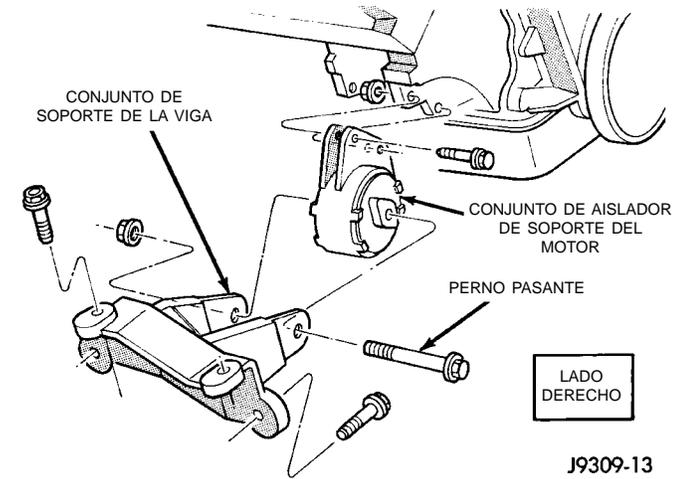
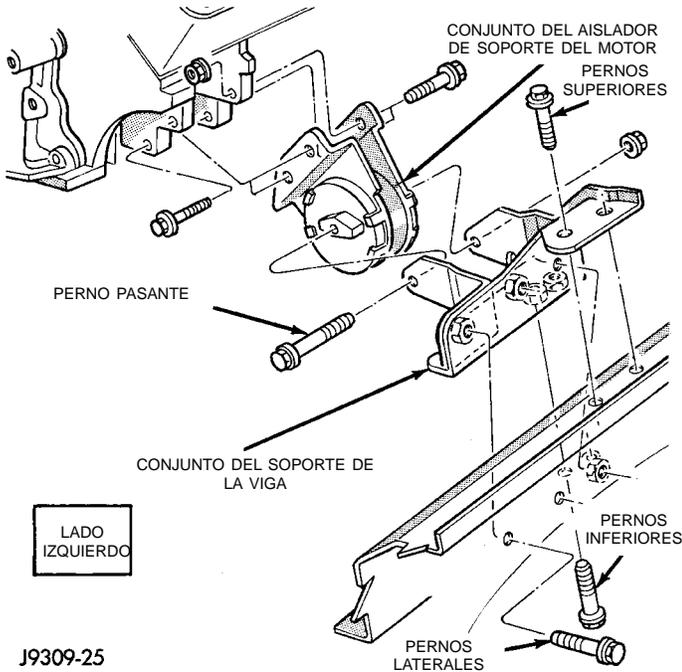

Fig. 14 Soporte delantero del motor—lado derecho
Fig. 15 Soporte delantero del motor—lado izquierdo
- (3) Instale el dispositivo de elevación del motor.
- (4) Levante el vehículo con el elevador.
- (5) Retire los pernos pasantes y las tuercas del aislador del soporte del motor (Fig. 14) (Fig. 15).
- (6) Eleve LIGERAMENTE el motor. Retire los pernos del aislador del soporte del motor. Retire el conjunto aislador de soporte de motor.
- (7) En caso necesario, retire el conjunto del soporte de la viga.
(a) LADO DERECHO—Instale el conjunto del soporte de la viga en el conjunto de la viga (Fig. 14). Instale y apriete los pernos con una torsión de 65 N·m (48 lbs. pie).
(b) LADO IZQUIERDO—Instale el conjunto del soporte de la viga en el conjunto de la viga (Fig. 15). Instale y apriete los 2 pernos superiores con una torsión de 65 N·m (48 lbs. pie). Instale y apriete los 2 pernos laterales con una torsión de 95 N·m (70 lbs. pie). Instale y apriete los 2 pernos inferiores con una torsión de 121 N·m (89 lbs. pie).
bloque del motor (Fig. 14) (Fig. 15). Instale y apriete los pernos con una torsión de 88 N·m (65 lbs. pie).